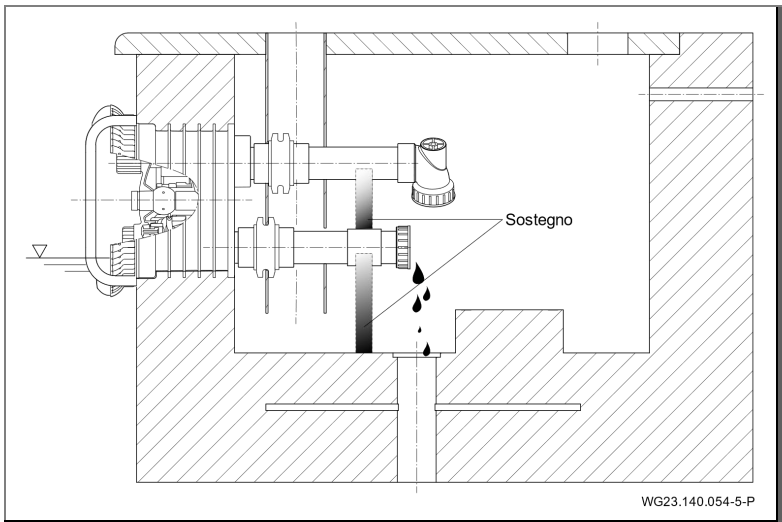

Fig. 28
3. Scaricare il tubo di aspirazione e di mandata poggiando su un sostegno. Vedere "Fig. 28".